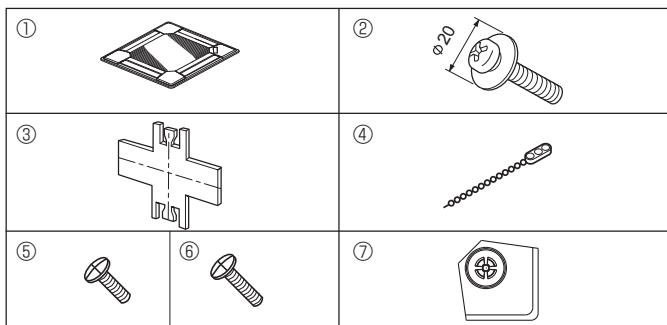

Fig. 6-1
6.1. Проверка содержимого комплекта (Fig. 6-1)